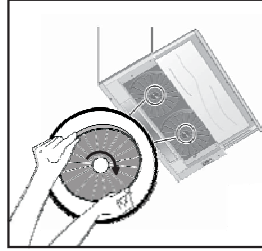

Fig. 6: FILTRO DE CARBÓN AF 100
3. Coloque el filtro de carbón en su alojamiento. Fig. 6
4. Gire el filtro de carbón hacia la derecha hasta que esté seguro de que está bien encajado. Fig. 6